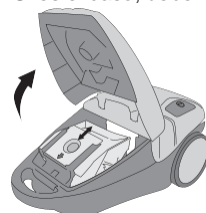

Figura 11 Sustitución de la bolsa de recogida de polvo
Tan pronto como el indicador de "bolsa llena" se ponga en rojo, deberá sustituir la bolsa inmediatamente, véase la figura 11.
4. Quite la bolsa para el polvo, véase la figura 11.